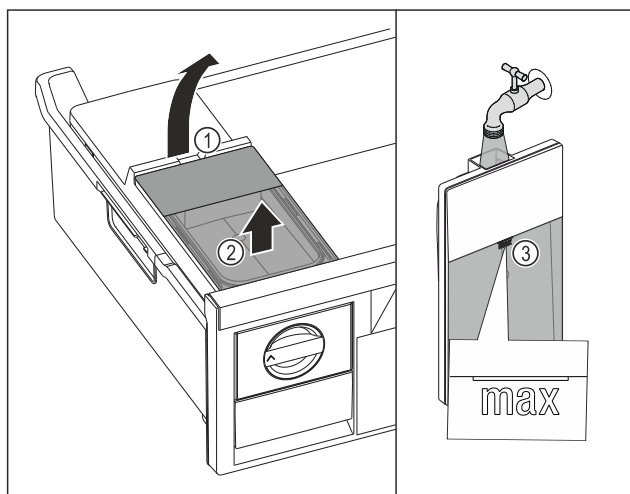

Fig. 125
- Підняти бак для води за заглиблення Fig. 125 (1).
- Вийняти бак для води рухом вгору. Fig. 125 (2)
- Наповнити бак для води питною водою до позначки Fig. 125 (3).